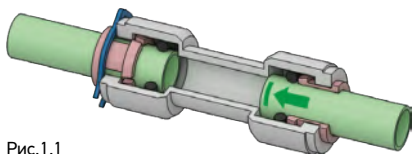

Рис.1.1
1. Вставьте трубку подводки (здесь и далее выделено зеленым) в отверстие цанги (здесь и далее выделено розовым) до упора (рис.1.1).